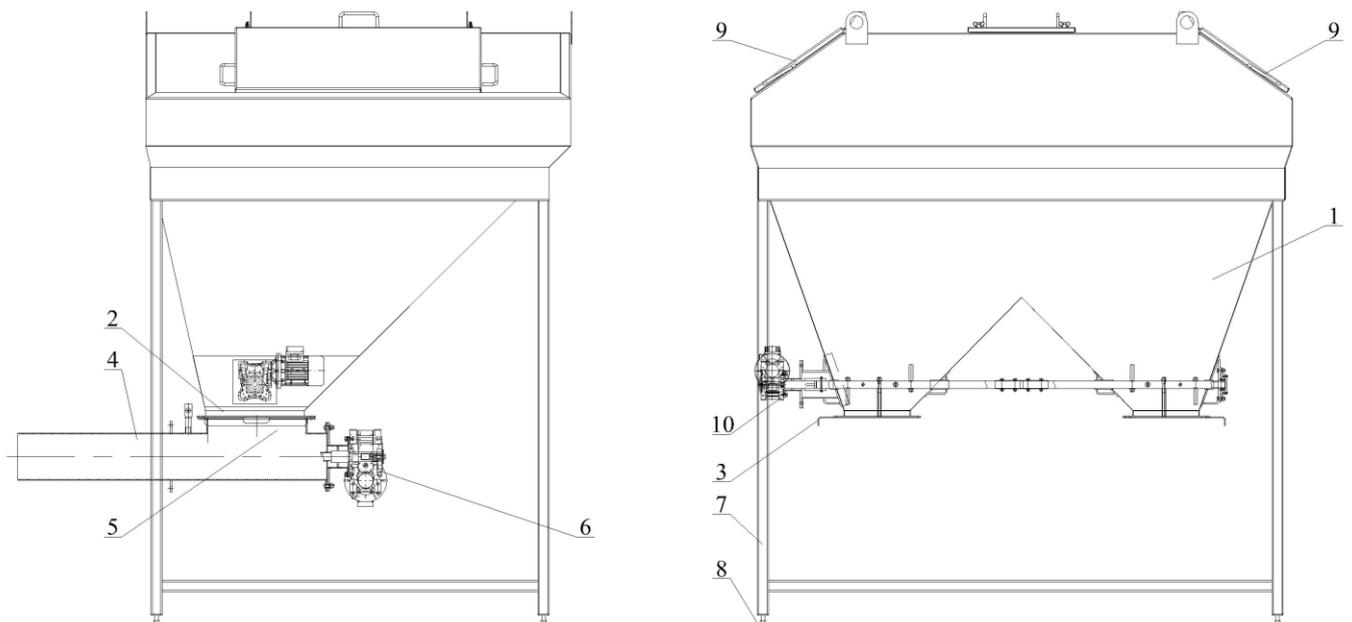

Рис.5 Питательный бункер котлоагрегата
4.5 Питательный бункер (Рис. 5). Подача топлива осуществляется из питательного бункера двумя шнековыми транспортерами в насадки-горелки.